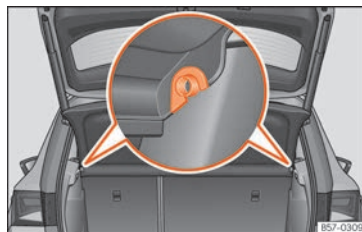

Fig. 168 En el maletero: desmontar y montar la bandeja.
- Desencaje la bandeja de los soportes laterales >>> **fig. 168** tirando de ella hacia arriba y extraiga la bandeja.
- Introduzca la bandeja horizontalmente haciendo coincidir la "herradura" sobre el eje de los soportes >>> **fig. 168**, y presione hacia abajo hasta que encastre.